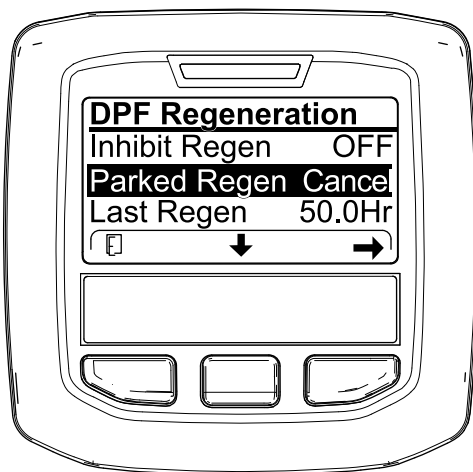
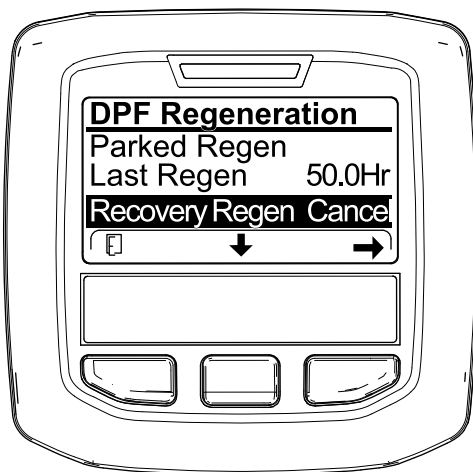

図 70
図 71
2. 中央ボタンを押して下へスクロールし、駐車再生キャンセル PARKED REGEN CANCEL (図 70) またはリカバリ再生キャンセル RECOVERY REGEN CANCEL を選ぶ図 71。
3. 右ボタンを押すと再生キャンセルに Regen Cancelに入る図 70または図 71。